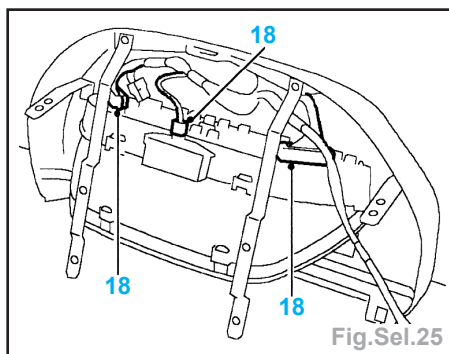

Fig.Sel.25
- Débrancher les 3 fiches (18) multibroches du groupe d'instruments (Fig.Sel.25).